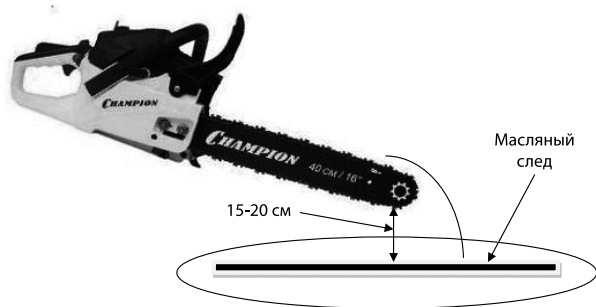

Рис.8
2. Нажмите на курок газа и дайте двигателю поработать примерно 10-15 сек. на максимальных оборотах. Под шиной должен остаться четкий масляный след. (Рис.8)